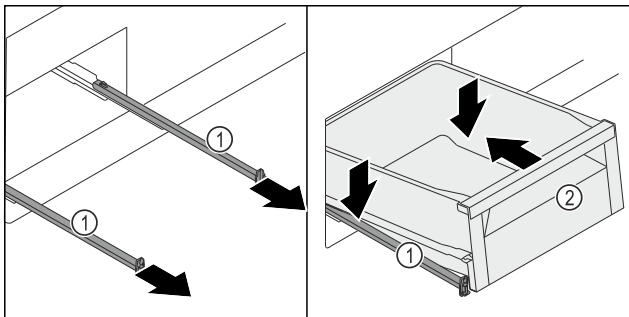

Fig. 127
- ▶ Rails Fig. 127 (1) uittrekken.
- ▶ Rails Fig. 127 (1) vasthouden en schuiflade Fig. 127 (2) schuin van bovenaf op de rails Fig. 127 (1) plaatsen.
- ▶ Schuifvak Fig. 127 (2) op de rails Fig. 127 (1) tot aan de aanslag naar achteren schuiven.